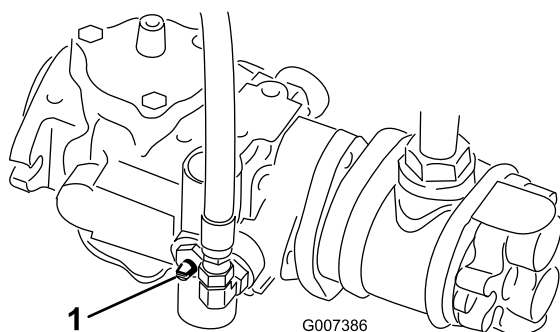

Bild 35
1. Ermitteln Sie das Sicherheitsventil an der Pumpe und drehen Sie es, sodass der Schlitz vertikal ist (Bild 35).
2. Schließen Sie vor dem Starten des Motors das Sicherheitsventil. Drehen Sie den Schlitz des Ventils in die horizontale Stellung (Bild 35). Starten Sie den Motor nie, wenn das Ventil noch offen steht.